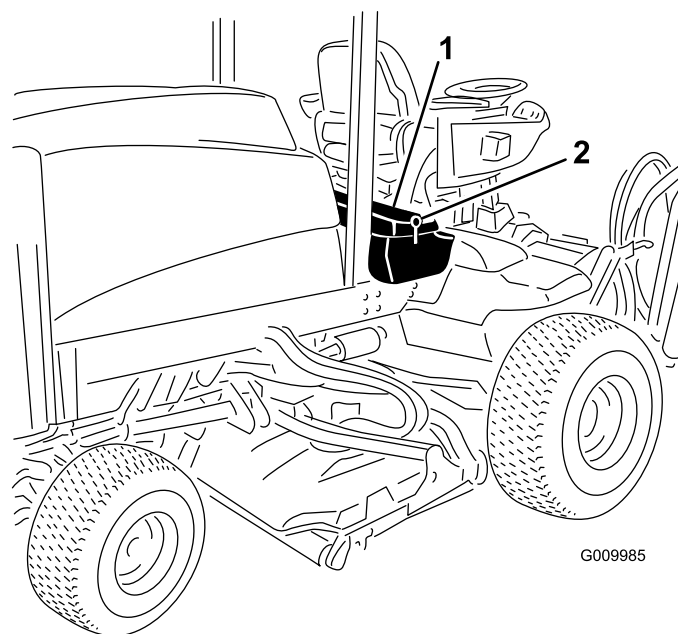
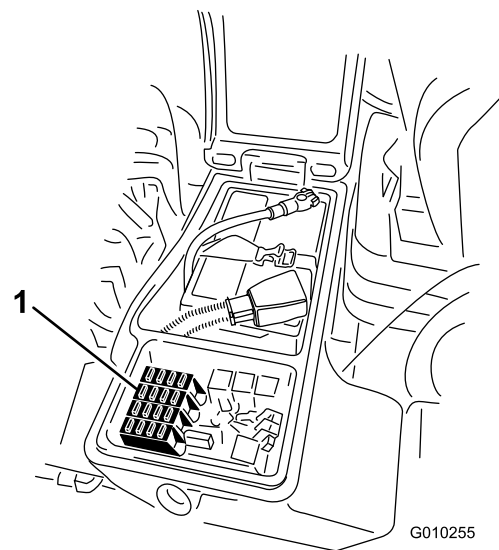

Рисунок 100
Рисунок 101
1. Ослабьте фиксацию защелки крышки правого вещевого отсека и поднимите крышку (Рисунок 100).
- Замените открытый плавкий предохранитель (предохранители) при необходимости (**Рисунок 101**).
- Закройте крышку правого вещевого отсека и зафиксируйте ее защелкой (**Рисунок 100**).
- Ослабьте фиксацию защелки крышки правого вещевого отсека и поднимите крышку (**Рисунок 100**), чтобы получить доступ к блоку предохранителей (**Рисунок 101**).